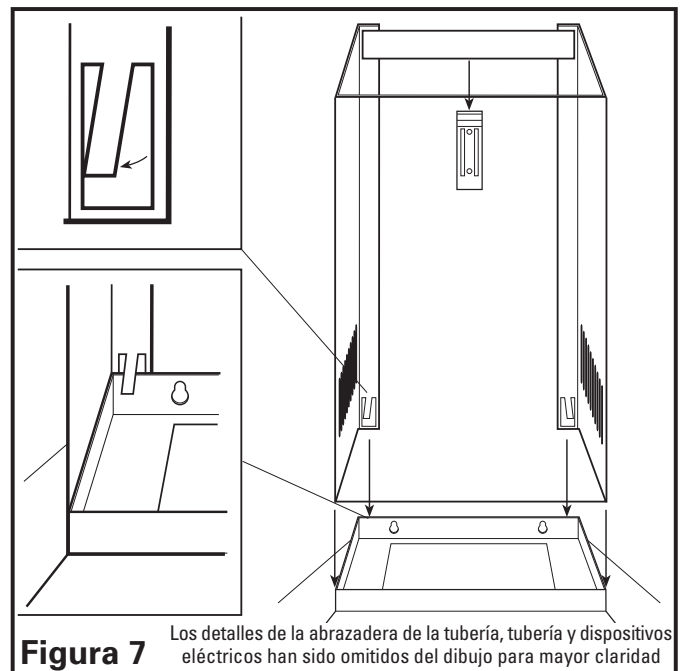

Figura 7
3. Deslice la chimenea en su lugar de modo tal que la barra de montaje esté asegurada en su lugar detrás de la abrazadera vertical de la chimenea y la parte posterior de la chimenea encaje entre la campana y la pared con las trabillas superpuestas sobre el borde posterior de la campana (**Figura 7**).